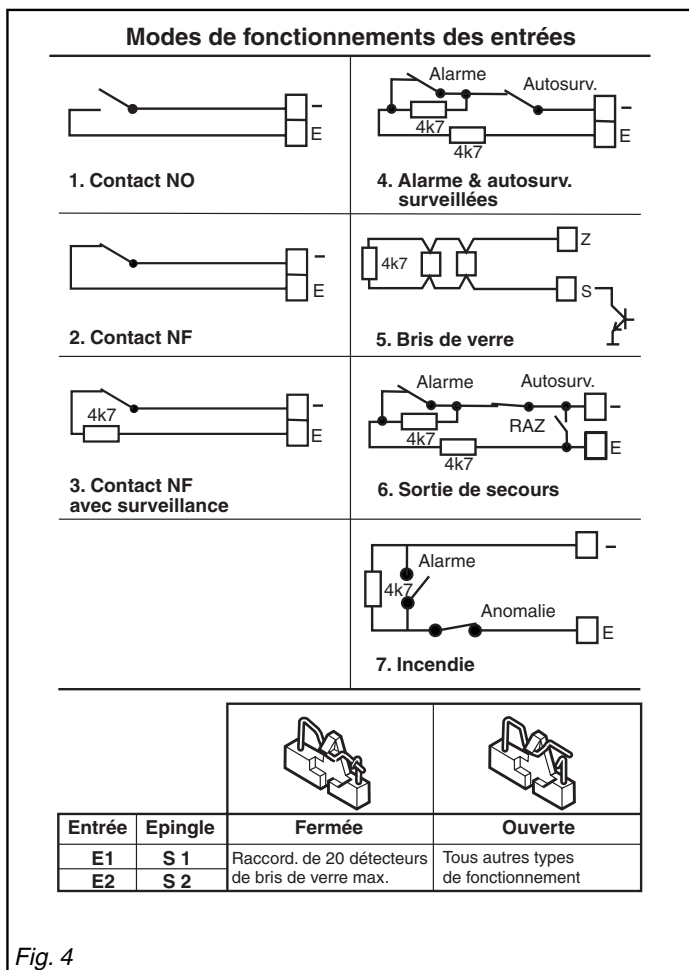

Fig. 4
4.3 Entrées (fig. 4)
Toutes les entrées peuvent être exploitées dans les modes de fonctionnement 1 à 4 et 6 à 7 (fig. 4). Les entrées E1 à E2 peuvent également être exploitées avec des détecteurs de bris de verre. Pour cela les commutateurs correspondants S1 et S2 doivent être fermés, et une connexion de chaque détecteur de bris de verre doit être réalisée sur l'une des sorties 1 ou 2 qui doit être paramétrée en « Réinitialisation des détecteurs à mémoire ». Pour le câblage de détecteurs d'incendie, une éventuelle sortie de dérangement peut être bouclée directement dans la ligne. En ce qui concerne les détecteurs d'incendie où la tension doit être coupée pour réinitialiser l'alarme, le moins peut être branché via une sortie programmée en tant que « Réinitialisation des détecteurs à mémoire ». Les sortie de secours doivent être branchées selon le mode de fonctionnement 6. Un court-circuit de l'entrée réinitialise la sortie correspondante.